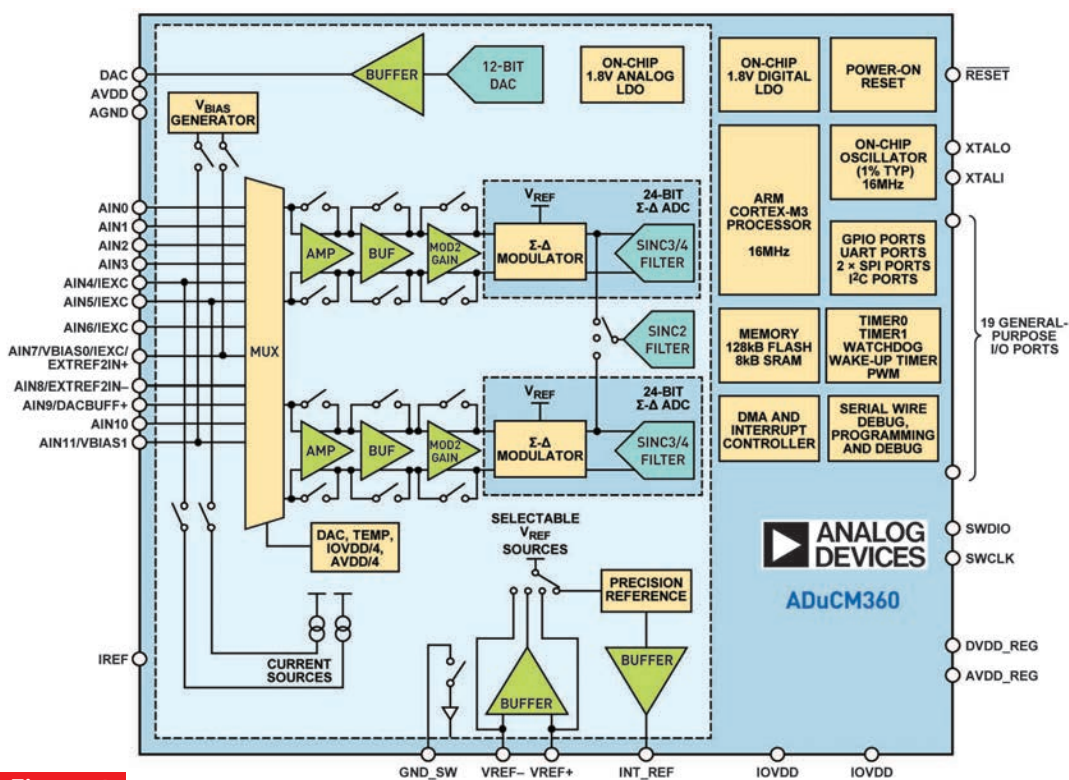

Figura 1
Microcontrolerul analogic de precizie **ADuCM360 BCPZ128-R7** utilizează un **Arm® Cortex®-M3** pentru a controla două convertoare ADC sigma-delta pe 24-biți (Figura 1). Cele două convertoare sunt capabile să capteze 4 kilo-eșantioane pe secundă (kSPS) de date de la senzori analogici. ADuCM360 dispune, de asemenea, de un convertor digital-analog (DAC) pe 12-biți, pentru a genera tensiuni precise pentru auto-calibrare. Microcontrolerul poate opera de la 1.8 la 3.6 volți și conține un oscilator intern de 32 kilohertz (kHz) și un oscilator intern de 16 megahertz (MHz), pentru a reduce numărul de componente din sistemele cu spațiu limitat. ADuCM360 dispune de 128 kilobytes (KB) de memorie nevolatilă flash și de 8 KB de memorie SRAM. Un avantaj semnificativ al ADuCM360 este că locațiile de memorie flash pot fi scrise direct, similar cu scrierea memoriei SRAM.